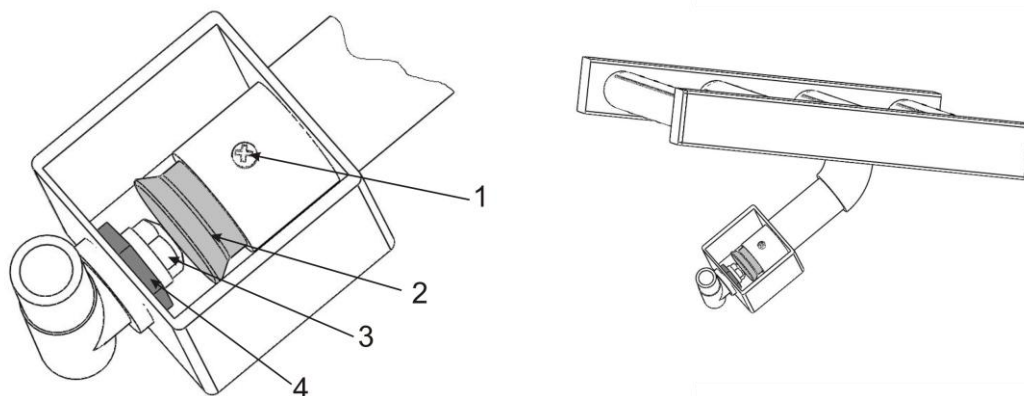

Рис.3. Устройство горелок шашлычницы
- Узел регулировки горелки находится снизу. Для доступа к нему наклоните устройство, найдите смеситель соответствующей горелки (см. рис.3).
- Ослабьте винт 1 (рис.3) и, перемещая цилиндр шибера 2 (рис.3), добейтесь нормального горения пламени.
- При достижении нормального пламени горелки затяните винт 1 (рис.3).
- Ослабьте винт крепления цилиндра шибера 1 (рис.3) и сдвиньте шибер 2 (рис.3).
- Удерживая муфту подводящей медной трубки, отверните сопло 3 (рис.3) ключом на 12.